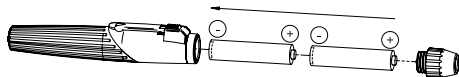

Fig. 3
Pour le mettre en place, dévisser la tête (3) au niveau de la poignée (1) et insérer deux piles alcalines (de type LR03/AAA/1,5V) (Fig. 3). Revisser ensuite l'élément de la tête.
Dévisser la tête (3) et la secouer pour faire sortir les piles usagées. Insérer des piles neuves avec le contact plus tourné vers la tête de la poignée (figure 3). Revisser ensuite l'élément de la tête.